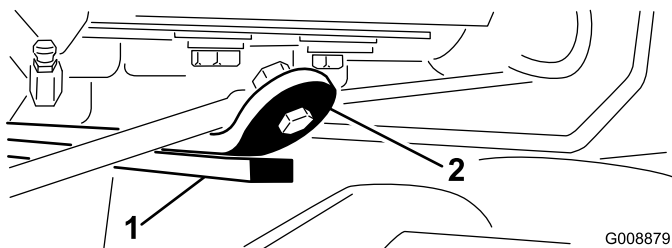

Figura 13
3. Arranque el motor, eleve las unidades de corte y compruebe que la holgura entre la pletina que está encima de la barra de desgaste de la unidad de corte trasera y la pletina de amortiguación es de 0,51 a 2,54 mm (Figura 13).